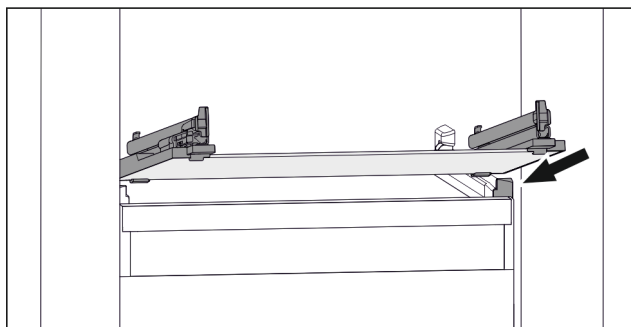

Fig. 124 Vejledende visning af glaspladen
- Sæt glaspladen skråt bag stoppene. (se Fig. 124)